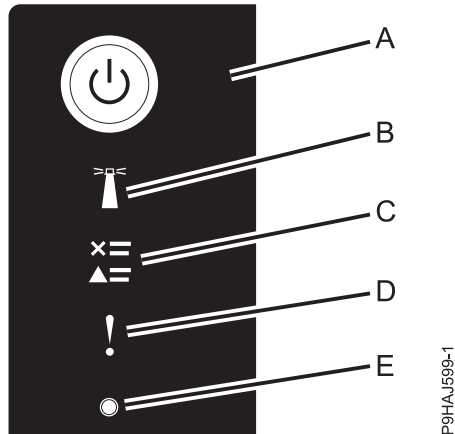

Figura 24. LED de panel de control
3. Pulse el botón de encendido (A) en el panel de control, tal como se muestra en la Figura 24.